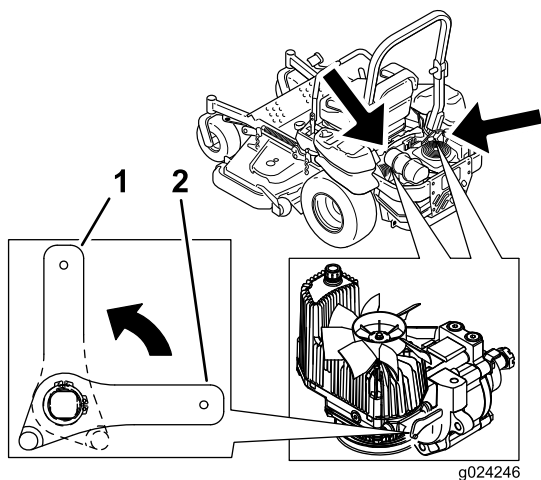

Figure 40
3. Tournez les leviers des vannes de déblocage en position verticale pour pousser la machine (Figure 40).
5. Tournez les leviers des vannes de déblocage en position horizontale pour utiliser la machine (Figure 40).